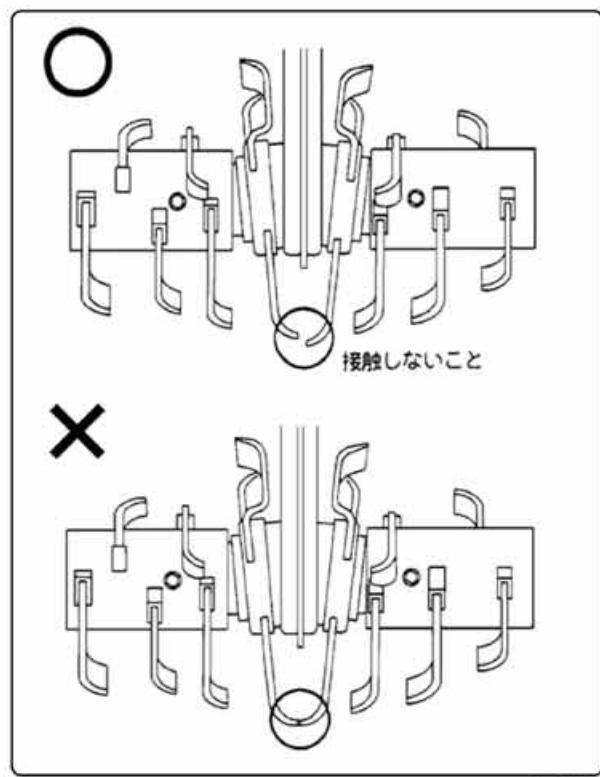

図40
- ②クロス刃受を手で回転させて左側と右側の爪が接触していないことを確認してください。(図40)